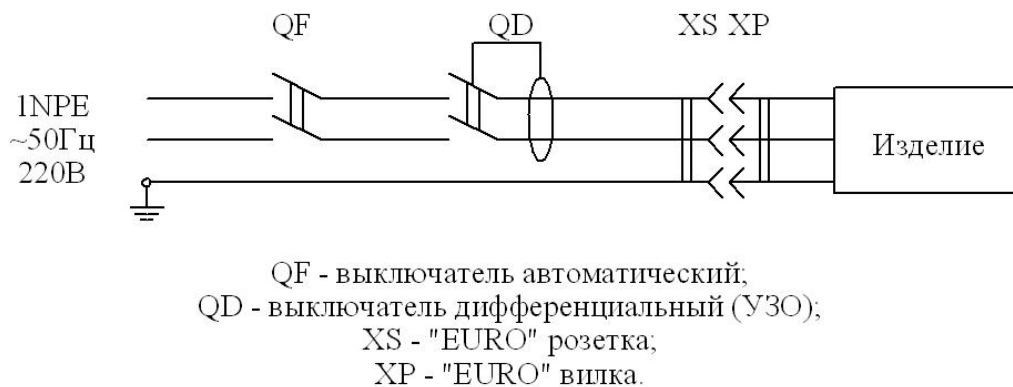

Рис. 1. Схема подключения изделия к электросети.
6. 4. Изделие подключать к питающей электрической сети (рис. 1) через автоматический выключатель электромагнитной защиты и дифференциальный